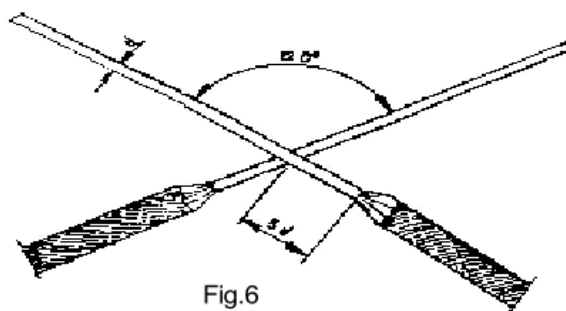

Fig.6
a) Cruze o condutor à 120° , com o principal e segure-os como o alicate universal (Fig.6).